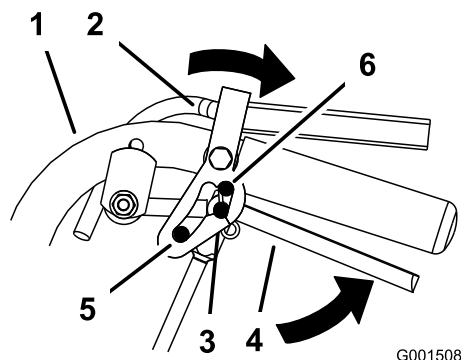

Figura 10
2. Ponga los dedos pulgar en la parte superior de los cierres y muévalos hacia atrás (Figura 10).